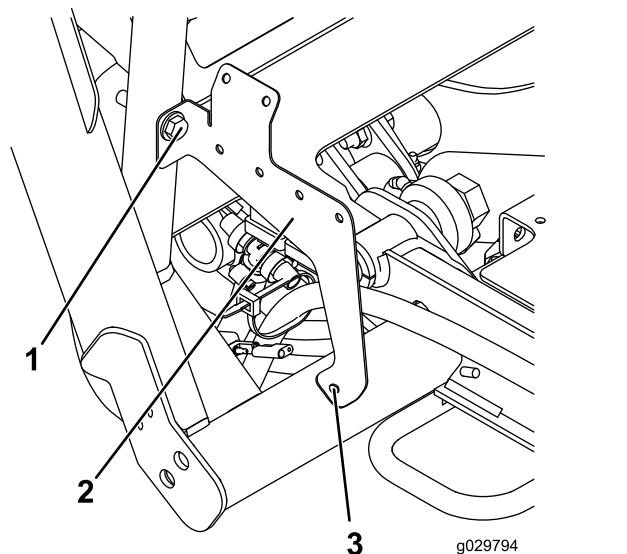

Figura 25
1. Montate (senza fissarla) la staffa del relè con un bullone ($\frac{3}{8}$ " x 2"), una rondella (0,406") e un dado ($\frac{3}{8}$ "), come illustrato nella Figura 25.
2. Contrassegnate la posizione indicata nella Figura 25.